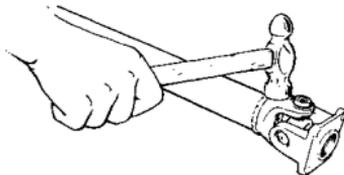

图 12-8
(3) 用锤子轻轻敲击万向节叉,从而将轴承座圈完全取出(图 12-8)。
(4) 按(2)和(3)的步骤以相同的方法取出另一侧的轴承座圈。